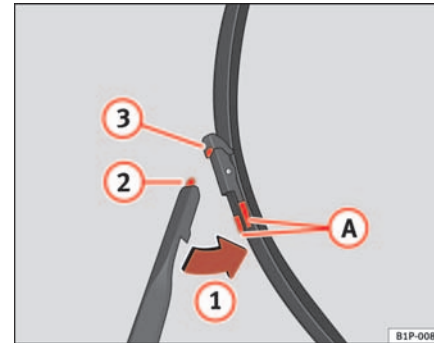

Abb. 141 Scheibenwischerblätter vorne auswechseln
- Drücken Sie auf die Sperrtasten **A** und nehmen Sie das Wischerblatt in Richtung Pfeil **1** ⇒ Abb. 141 heraus. ▶
- Setzen Sie die Lasche **2** in die Aufnahme **3** im Wischerblatt ein ⇒ Seite 213, Abb. 141.
- Drücken Sie das Wischerblatt gegen die Richtung des Pfeils **1** zum Wischerarm, bis ein Klicken zu hören ist ⇒ Seite 213, Abb. 141.